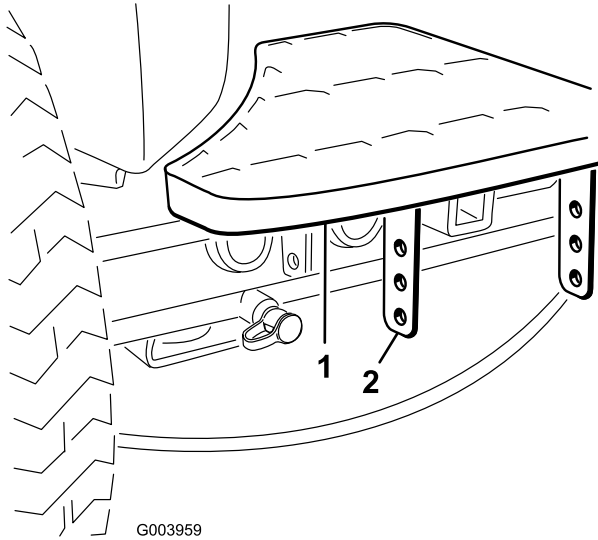

**Bild 2**
1. Nehmen Sie die zwei Schrauben und Muttern ab, mit denen die Trittbretthalterungen am Rahmen der Zugmaschine befestigt sind (Bild 2).